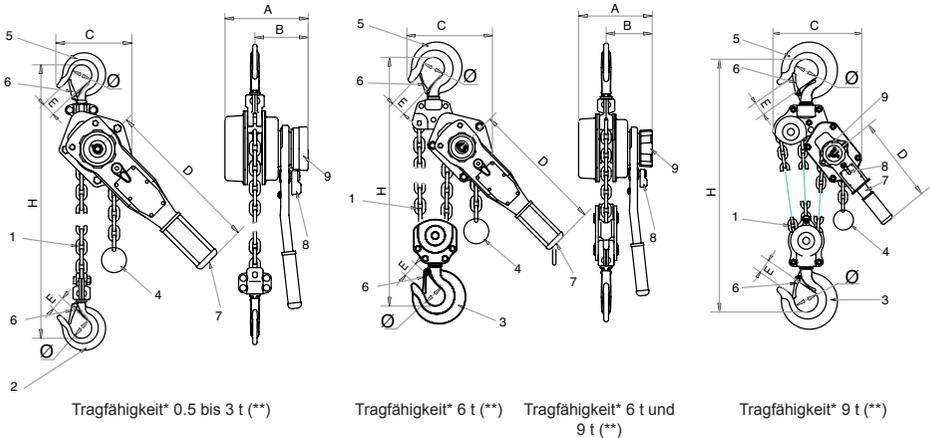
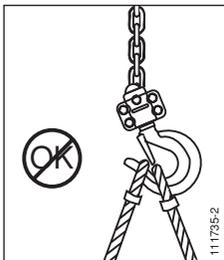

Abb. 1
Abb. 2
Der bravo™ Hebelzug wird mit einer Lastkette (Pos. 1, Abb. 1) für eine Standardhubhöhe von 1,5 Metern geliefert. Die Lastkette der Modelle 0,5 t bis 3 t besteht aus einem einzigen Kettenstrang mit einem Lasthaken am Ende (Pos. 2, Abb. 1). Die Lastkette (Pos. 1, Abb. 1) des Modells 6 t besteht aus 2 Kettensträngen
und einer Lasthakenflasche (Pos. 3, Abb. 1). Die Lastkette (Pos. 1, Abb. 1) des Modells 9 t besteht aus 3 Kettensträngen und einer Lasthakenflasche (Pos. 3, Abb. 1).
Das freie Kettenende ist mit einer Auslaufsicherung ausgestattet (Pos. 4, Abb. 1).
- Überprüfen, daß der bravo™ Hebelzug korrekt am Geräterhaken (Pos. 5, Abb. 1) angeschlagen und die Sicherungsklappe des Geräterhakens (Pos. 6, Abb. 1) geschlossen ist (siehe Abb. 2 und 3).
- Das Anschlagmittel für die Last muß im Hakenrund liegen und darf das Schließen der Sicherheitsklappe nicht behindern (siehe Abb. 2 und 3).
Der bravo™ Hebelzug wird durch einen Handhebel (Pos. 7, Abb. 1) betrieben, der vom Bediener zum Heben oder Senken einer Last hin- und herbewegt wird. Alternativ kann der Hebelzug auch zum Ziehen einer Last oder zum Spannen verwendet werden.
2. Schalthebel (Pos. 8, Abb. 1) in Position "0" bringen.
3. Bei unbelastetem Gerät zum Öffnen der Bremse das Handrad (Pos. 9, Abb. 1) gegen den Uhrzeigersinn nach links drehen; die Kette ist freigeschaltet.